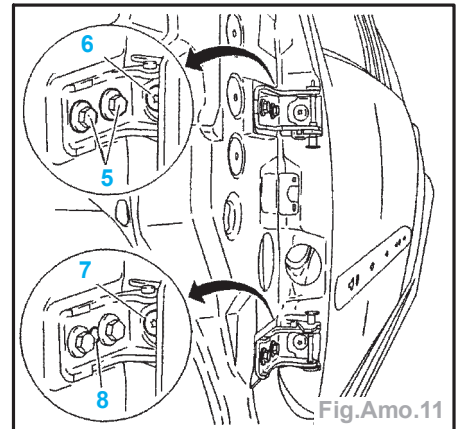

Fig.Amo.11
Nota : Pion de centrage initial (8) (Fig.Amo.11).